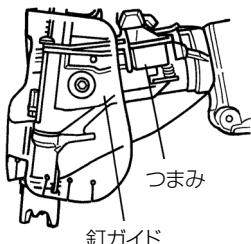

図 28
- つまみの摺動部はときどき掃除し、付属の油を注油してください。（図28）